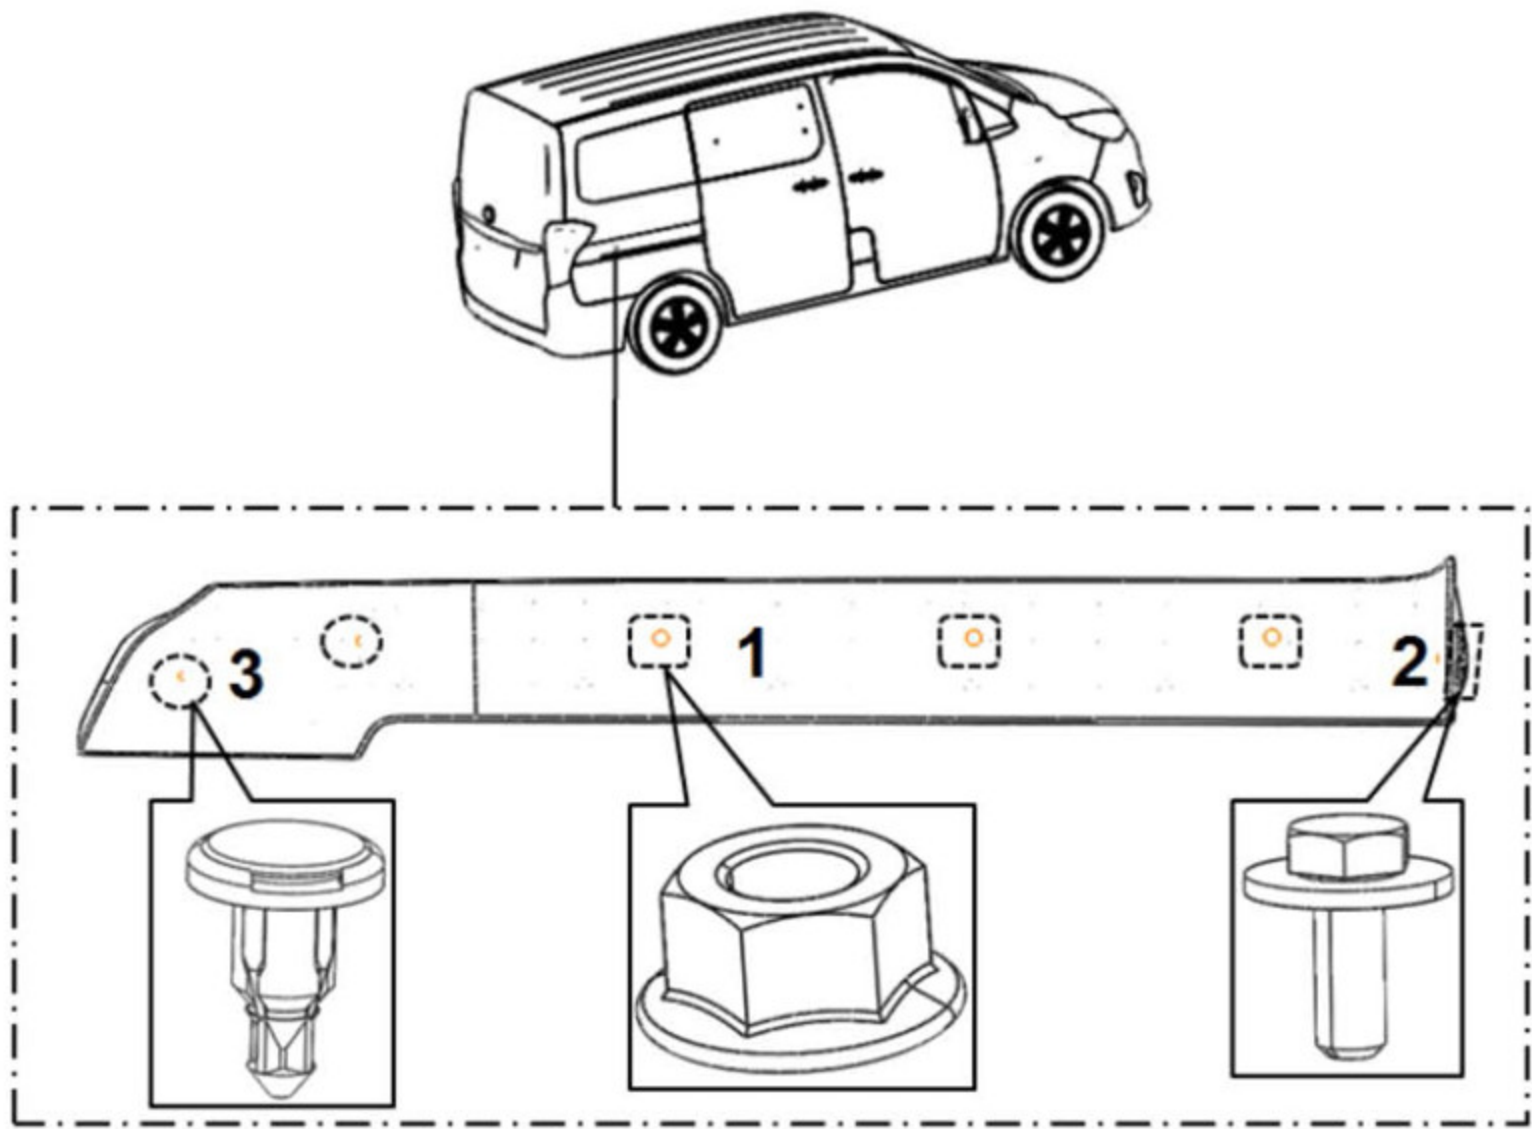

图 1.5 导轨饰板的拆卸
- （1）拆掉后侧围护板和音响钣金支架后，使用套筒或者钉子杆拧下图 1.5 导轨饰板的拆卸中的 M5 螺母，共三个；
- （2）打开滑门，使用套筒或者钉子杆拧下图 1.5 导轨饰板的拆卸中的 M6 螺栓，共 1 个；
- （3）用双手扣住导轨式半上下边拉出在图 1.5 导轨饰板的拆卸中的卡扣，使卡扣脱离钣金孔，共 2 个。即可取下导轨饰板。